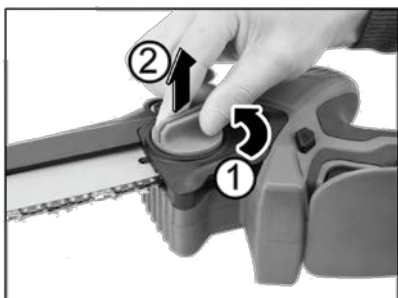

Рисунок 2
3.1.2 Відкрутіть рукоятку натягувача ланцюга (5, рисунок 1), від'єднайте захисну кришку (3, рисунок 1) вузла приводної зірочки (дивіться рисунок 2).